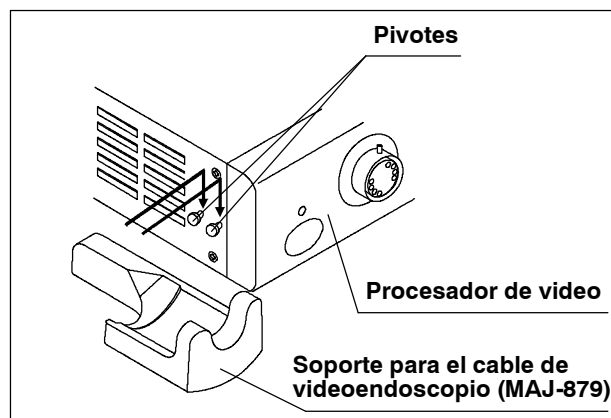

Figura 3.5
2. Coloque el correspondiente enganche del soporte para el cable de videoendoscopio sobre los pivotes que se encuentran en el lado izquierdo del procesador de video. A continuación presione (ver figura 3.5).